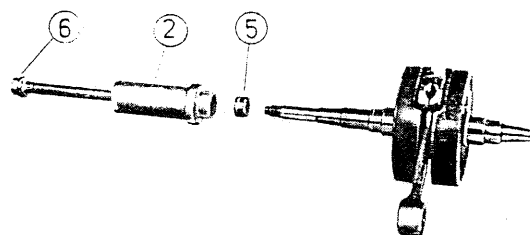

Fig. 226. Poussoir – illustration au but de démonstration
- Enlever la plaque de séparation (6) (en caoutchouc) du bac à huile du carter.
- Fixer le pont de montage (1) 22-50.430 avec les vis de fixation (3) et (4), l'arracheur d'embrayage (2) étant installé du côté d'embrayage du demi-carter gauche.
Attention! Avant de mettre en place l'arracheur d'embrayage, il faut coûte que coûte poser le poussoir (5) sur le collet de centrage du vilebrequin (fig. 226).